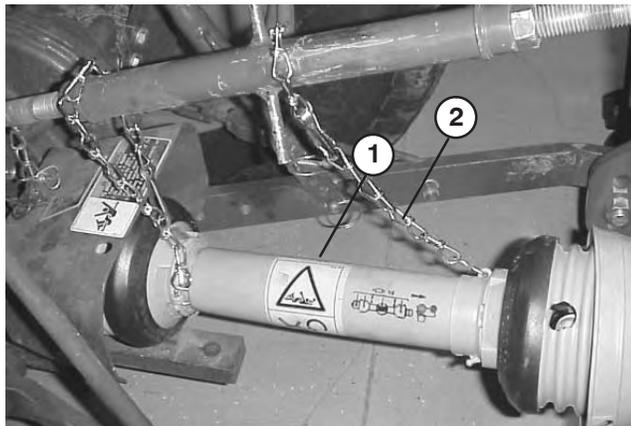

Figure 7
1. Connectez l'arbre de PDF à l'arbre d'entrée du boîtier d'engrenages (Fig. 7).